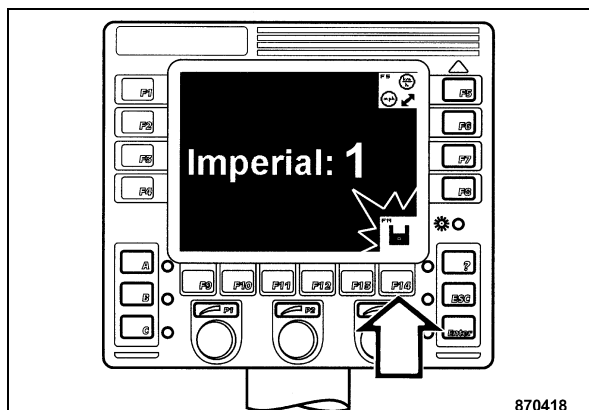

Fig. 77
- Después del deseado cambio pulsar la tecla "F14" (Fig. 77). Para confirmación, en la pantalla se ilumina brevemente el símbolo "memorizar" en verde.